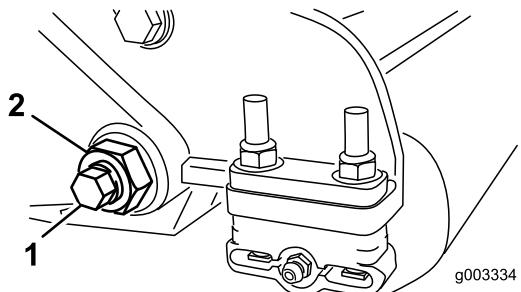
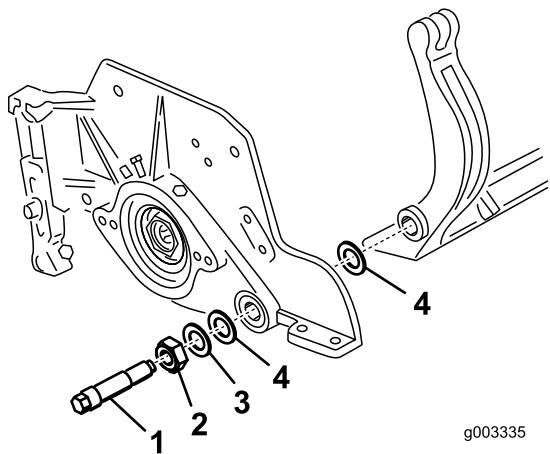

図 30
図 31
- ベッドバー・ボルト（図 30）を固定しているロックナット（機体両側）をゆるめる。
- 各ベッドバー・ボルトを抜いて、ベッドバーを下に引き抜いて外す（図 30）。ベッドバーの両端にナイロン・ワッシャーとスチール・ワッシャーが2枚ずつあるので注意する（図 31）。
- ベッド・バー・ボルト（とボルトについているナット）とワッシャ6枚で、ベッド・バーを各サイド・プレートに固定する。ナイロン・ワッシャはサイド・プレートの両側のボスに嵌め込む。その外側からスチール製ワッシャを取り付ける（図 31）。ベッドバー・ボルトを3.7~4.5 kg.m にトルク締めし、外側のスチール製ワッシャの遊びがなくなつて回らなくなっているが、サイドプレートを変形させるほどには締めすぎていない程度に、ロックナットを締め付ける。内側のワッシャには遊びがあつてよい。